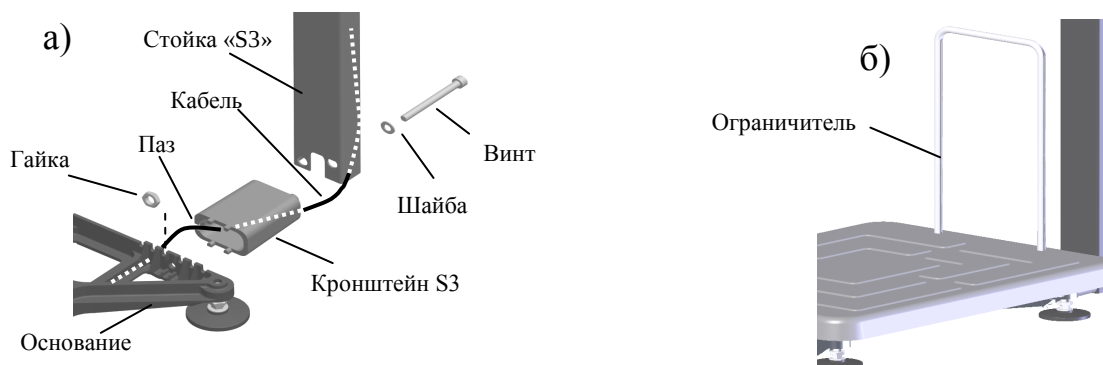

Рис. 5.2 - Крепление прямоугольной стойки к модулю ТВ-S_
- Протянуть кабель через кронштейн и стойку (см. Рис. 5.2 а).
- Плотно вставить в отверстия платформы ограничитель, Рис. 5.2 б).